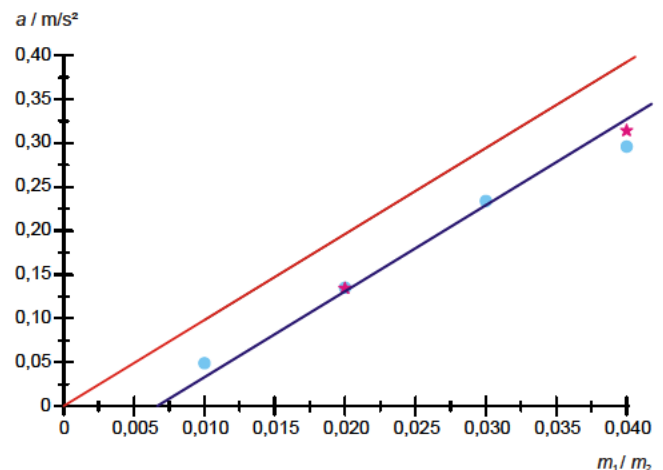

Fig. 5 Beschleunigung a in Abhängigkeit vom Massenverhältnis m_1/m_2 . $a = m_1/m_2 \cdot g$ (—),
Fig. 5 zeigt die Abhängigkeit der Beschleunigung vom Massenverhältnis m_1/m_2 . Die Messwerte liegen in guter Näherung auf der einer Geraden, die gemäß Gl. (7) mit $\mu = 0,0069$ berechnet wurde.